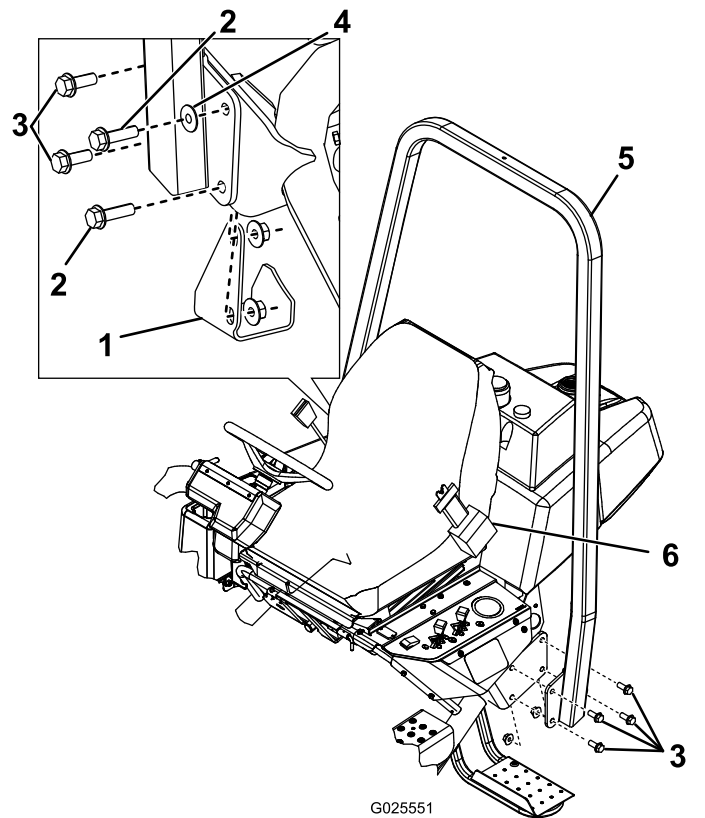

Bild 6
2. Senken Sie den Überrollschutzrahmen (**Bild 6**) auf die Befestigungshalterungen ab. Fluchten Sie die Befestigungslöcher aus.
3. Befestigen Sie die linke Seite des Überrollbügels mit vier Schrauben (1/2" x 1 1/2") und Sicherungsmuttern an der Befestigungshalterung (**Bild 6**). Ziehen Sie die Befestigungen auf 91-115 N·m an.
4. Befestigen Sie die rechte Seite des Überrollbügels und das vorher entfernte Steckpolster mit zwei Schrauben (1/2" x 1 1/2"), zwei Schrauben (1/2" x 1 3/4"), einer Scheibe und Sicherungsmuttern an der Befestigungshalterung, wie in **Bild 6** abgebildet. Ziehen Sie die Befestigungen auf 91-115 N·m an.
Wichtig: Stellen Sie sicher, dass Sie die Scheibe an der richtigen Stelle auflegen, wie in **Bild 6** abgebildet.